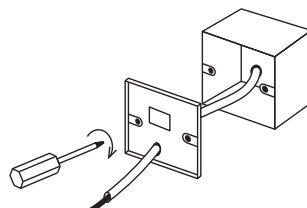

Рис. 8.
3. Как показано на рис. 8, закрепите винты 4×20мм вместе с задней крышкой на коробке, затем пропустите подводящие провода через заднюю крышку.